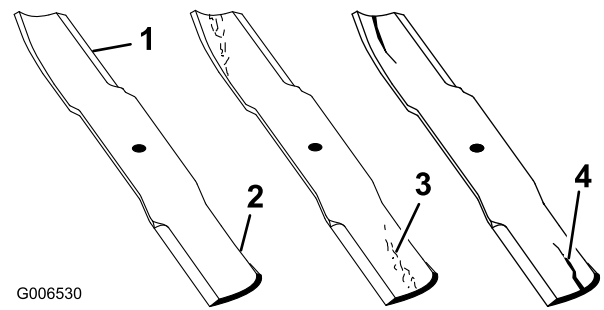

Bild 41
1. Untersuchen Sie die Schnittkanten (Bild 41). Bauen Sie, wenn die Kanten nicht scharf sind oder Kerben aufweisen, die Schnittmesser aus und schärfen sie; siehe Schärfen der Messer.
2. Prüfen Sie die Schnittmesser, insbesondere den gebogenen Bereich (Bild 41). Montieren Sie, wenn Sie Schäden, Verschleiß oder Rillenbildung in diesem Bereich feststellen (Bild 41), sofort ein neues Schnittmesser.